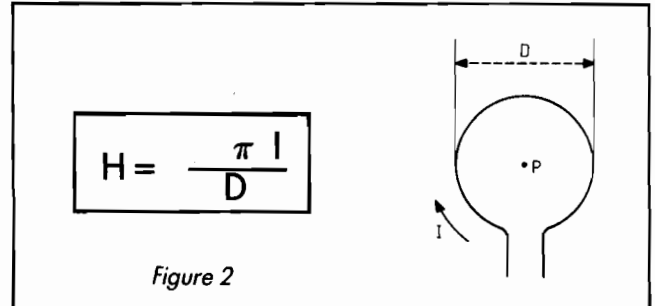

Figure 2
- au centre p d'une spire de diamètre D en mètres (m) parcourue par un courant (fig. 2) ;